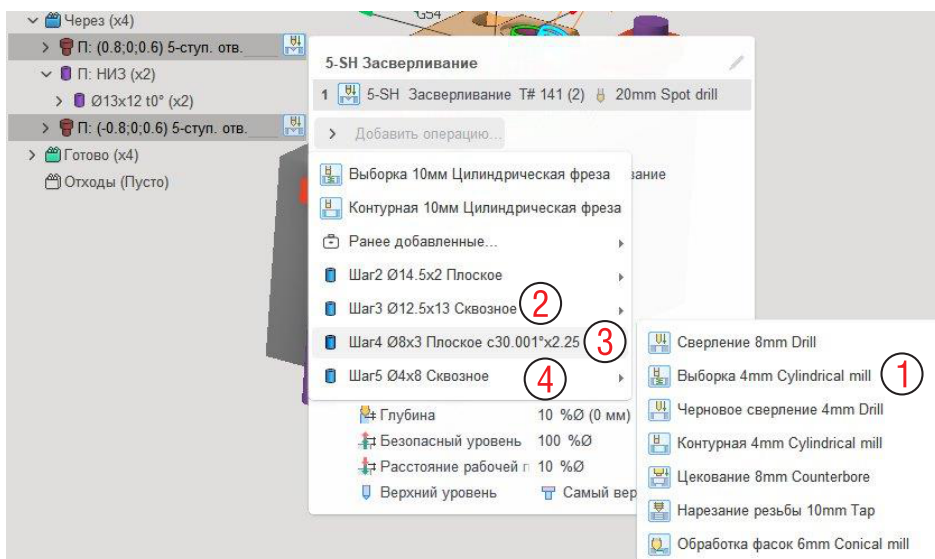

Рис. 8-21. Задание новой последовательности обработки. Шаг 2.
Нажмите **Добавить операцию** и в качестве первого шага задайте **Засверливание**; далее снова **Добавить операцию** и задайте, как вариант, **сверление отверстий диаметром 8 мм** (1 на рис. 8-21). Далее задайте выборку ступени диаметром 14.5 мм (2) и затем – диаметром 12.5 мм (3). Последним шагом задайте сверление отверстия диаметром 4 мм (4).